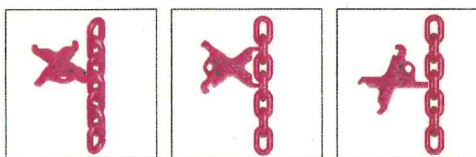

Bild 27: Patentierte ICE-Zurrkettenprüflehre für die leichte Überprüfung von c) und d)
- Längung der Kette durch plastische Verformung einzelner Glieder um mehr als 5 % auf die Teilung von 3d bezogen (siehe Bild 27).